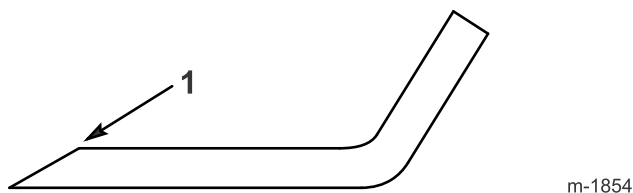

Figure 38
1. Au moyen d'une lime, aiguissez les tranchants aux deux extrémités de chaque lame (Figure 38). Veillez à conserver l'angle de coupe d'origine. Limez la même quantité de métal sur les deux tranchants pour ne pas déséquilibrer la lame.